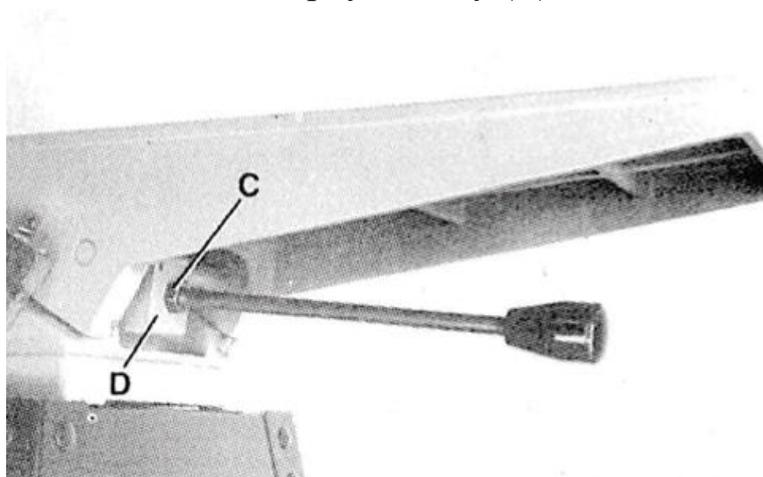

Рис. 11
Поверните и затяните стопорную гайку (С) – Рис. 11 на блоке (D).